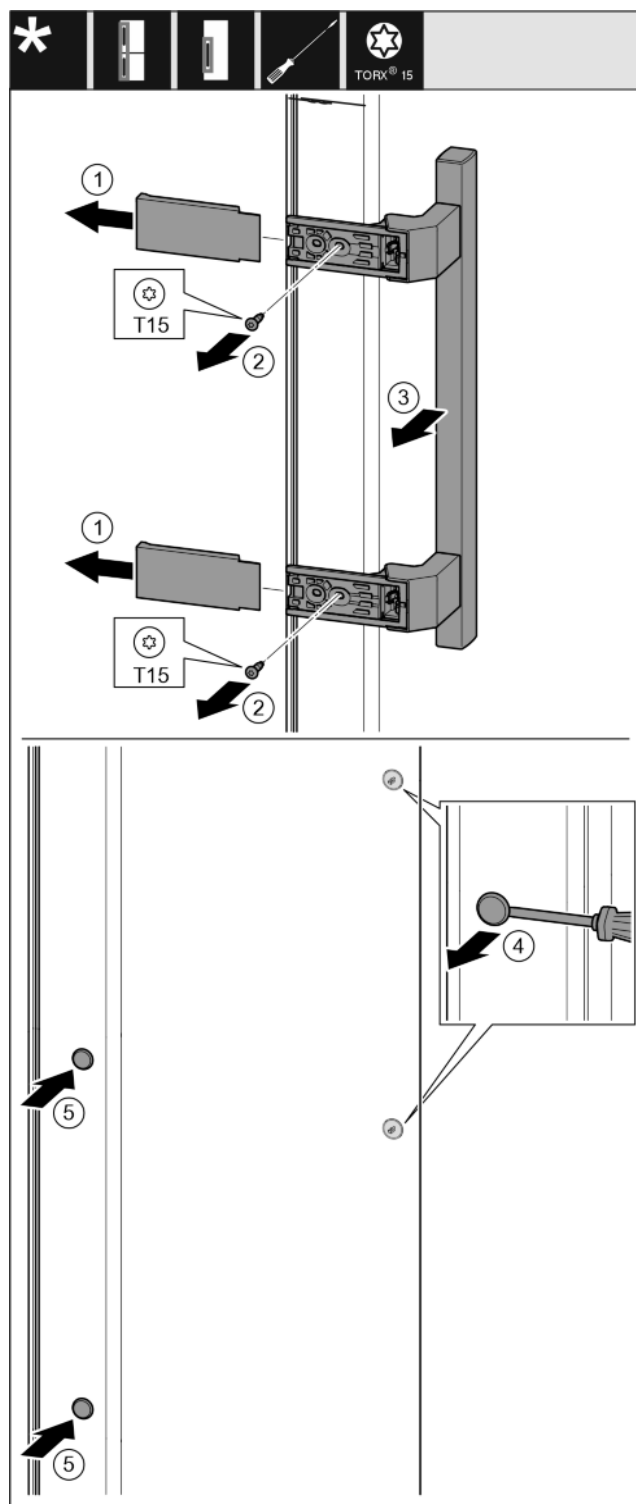

Fig. 30
- Retirer le cache. Fig. 30 (1)
- Desserrer les vis avec le tournevis T15. Fig. 30 (2)
- Déposer la poignée. Fig. 30 (3)
- Soulever délicatement le bouchon latéral avec un tournevis plat et le sortir. Fig. 30 (4)
- Remettre en place le bouchon de l'autre côté. Fig. 30 (5)